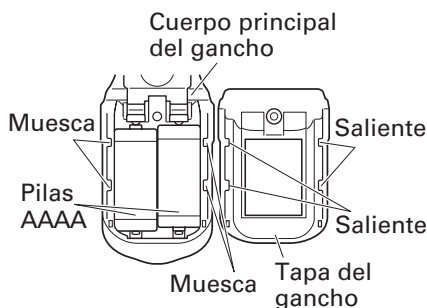

Fig. 12
- (2) Retire las pilas usadas e introduzca las pilas nuevas. Alineélas con las indicaciones del gancho y posicione correctamente los terminales positivo (+) y negativo (-). (Fig.12)